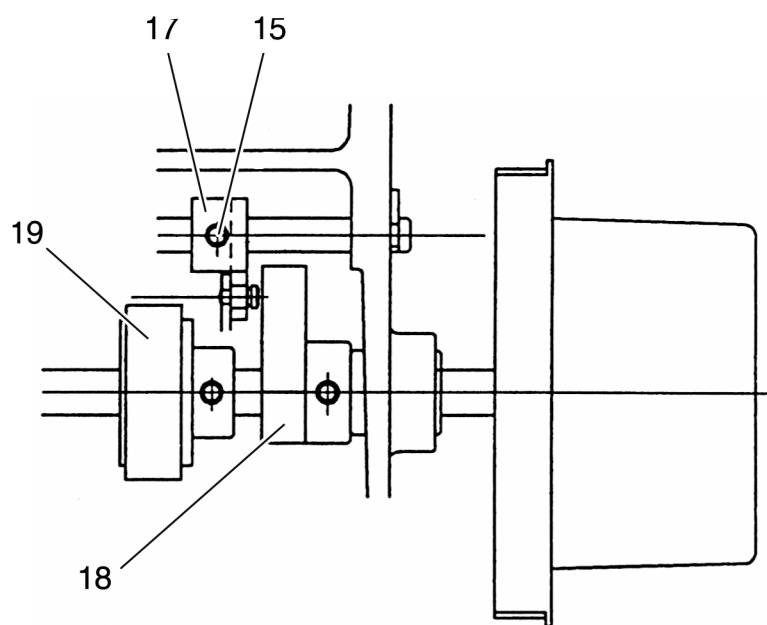

Рис. 10
- Слегка ослабьте крепежный винт 15 (рис.10).
- Ослабьте крепежный винт 15 (рис.10).